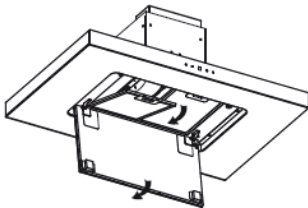

Bild 1
1. Öffnen Sie das LED-Lichtplattenmodul und nehmen Sie den Fettfilter heraus (siehe Bild 1).